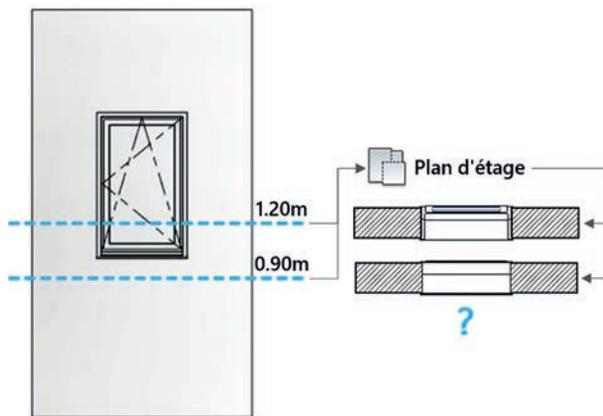

Fig. 1.26
- Les fenêtres sont un cas particulier, elles semblent ne pas respecter les règles de visibilité par rapport au Plan de coupe. Nous avons vu que dans le cas où le Plan de coupe se trouve en dessous de la fenêtre celle-ci était visible avec un graphisme qui semble n'afficher que l'ouverture. La figure 1.26 reprend le problème rencontré avec une famille de fenêtre issue du contenu standard de Revit.